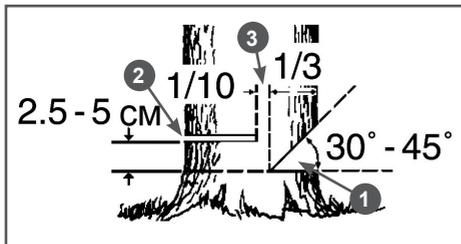

Рис. 11 Расположение запила, пропила и недопила
- Начните пилить с той стороны дерева, куда оно должно упасть (Рис. 11). Сделайте запил 1 с той стороны, куда должно упасть дерево, глубиной примерно  $1/3$  диаметра ствола и под углом от 30 до 45 градусов (Рис. 11).
*Ни в коем случае не допиливать до конца недопил 3 (Рис. 11), так как при этом невозможно контролировать направление падения дерева.*
- Сделайте основной валочный пропил 2 с противоположной стороны, выше основания запила на 2,5-5 см. Между основным пропилом и запилом должно оставаться недопил 3 примерно  $1/10$  диаметра ствола. Вставьте своевременно клин в пропил. Недопил 3 действует как шарнир и позволяет контролировать падение дерева (Рис. 11).